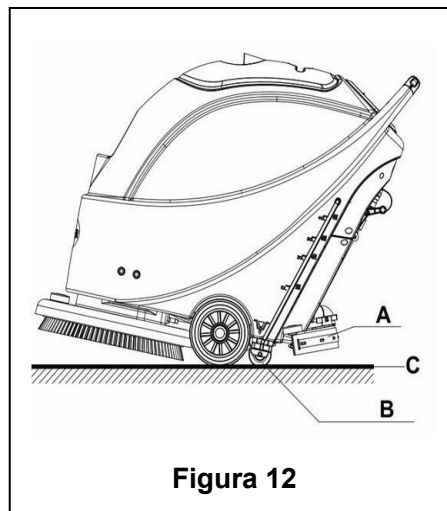

Figura 12
8. Liberte o interruptor de segurança (1) para desligar o suporte de escova/almofada e a válvula solenóide.
9. Pressione o interruptor de bomba de vácuo (42) para a posição “O”, e a bomba do vácuo irá atrasar por 5 segundos antes de parar de funcionar.
10. Pressione o interruptor de controlo de volum de fluxo de água (44) para a posição “O” para desligar completamente o funcionamento da válvula solenóide.
11. Pressione o interruptor de energia (41) para a posição “O”.
12. Utilize o puxador de elevação do squeegee (14) para elevar o squeegee.
13. Agarre o guião (2) e incline gentilmente a máquina para trás até a roda guia (B) tocar no chão. Veja a **Figura 12**.